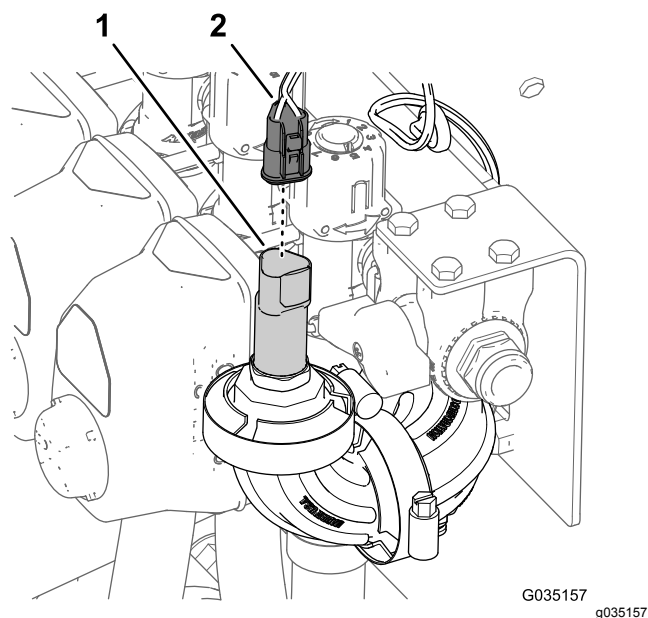

図 25
4. エクセラレートExcelaRateスプレースシステムを搭載しているマシンでは、水圧トランスデューサの3ピンコネクタから、後メインハーネスの3ソケットコネクタを外す 図 25。